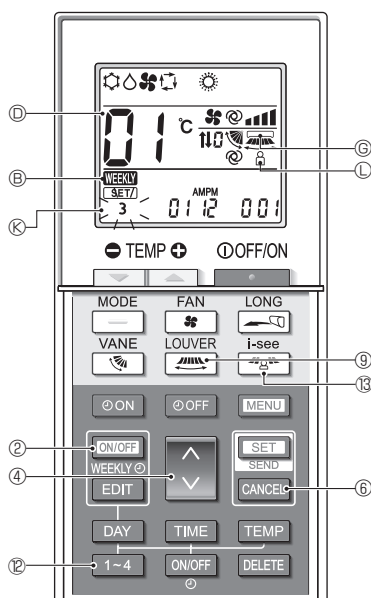
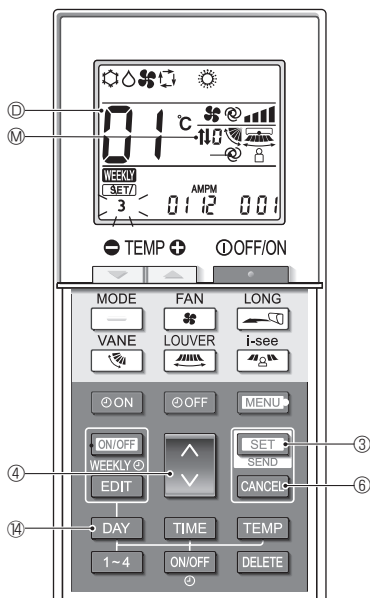

Fig. 6-4
Fig. 6-5
(Fig. 6-4, Fig. 6-5)
6.6. Завершение настройки (Fig. 6-5)